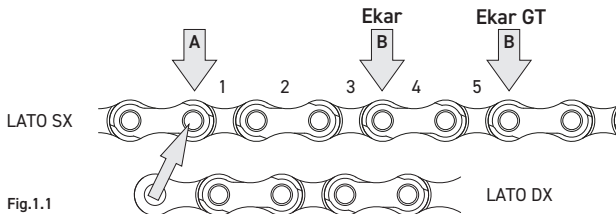

Fig.1.1
In caso di non perfetto allineamento dei pin, si deve aumentare la lunghezza della catena fino ad incrociare il pin destro della maglia esterna successiva, perciò nell'esempio di Fig 1.1 la corretta lunghezza si ottiene con il punto A.
- per Ekar GT: aggiungete altre 5 maglie, 3 interne e 2 esterne, per ottenere il pin esatto in cui accorciare la catena (punto B - Fig. 1.1)